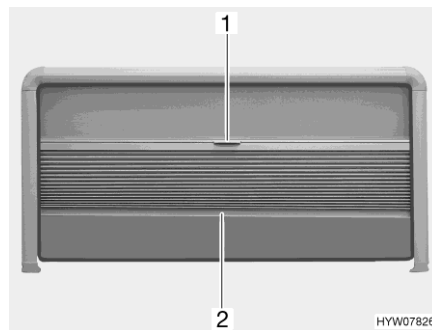

Fig. 69 Tendina oscurante pieghevole e zanzariera a rullo (finestra apribile)
- Afferrare la tendina oscurante pieghevole al centro dell'asta di chiusura (Fig. 69,2) e tirare delicatamente verso il basso.
- Tenere la parte centrale dell'asta di chiusura (Fig. 69,2) della tendina oscurante pieghevole e spingere quest'ultima verso l'alto con cautela.
- Tirare la zanzariera a rullo verso il basso utilizzando la maniglia (Fig. 69,1).
- Spingere la zanzariera a rullo completamente verso l'alto utilizzando la maniglia (Fig. 69,1).